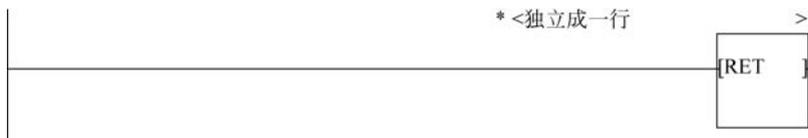

图 5-16 RET 写法
(1) 如果使用步进指令编程,则“SET S+编号”与“STL S+编号”缺一不可,需成对使用。使用梯形图进行步进编程时,结尾必须用 RET 指令返回,如图 5-16 所示。